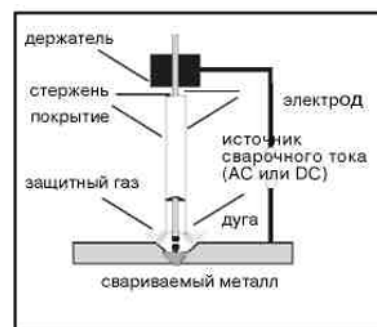

Рис. 4.
**2.4.4.6** Принцип работы электродуговой сварки. Принцип работы электродуговой сварки очень прост. Плавкий электрод одновременно является источником и дуги, и защитного газа, появляющегося при расплавлении его флюсового покрытия (по европейской классификации - ММА процесс (Metal Metal Arc) (см. рис. 4).